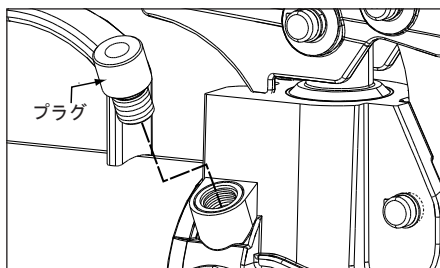

図13: リリーフ弁（P-77、P-80、P-801、P-84）
- ・モデルP-77、P-80、P-801、P-84では、リリーフ弁がポンプヘッドの側面に配置されています。図13を参照してください。